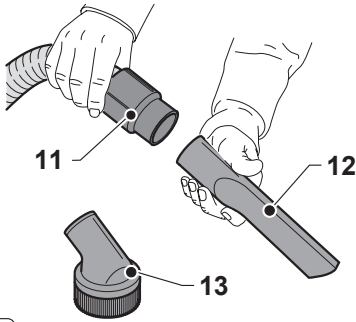

Fig. 6
- Подсоедините штыревую насадку (12, рис. 6) или щетку (13, рис. 6) к гибкому шлангу (11, рис. 6) в соответствии с выполняемым видом работ.